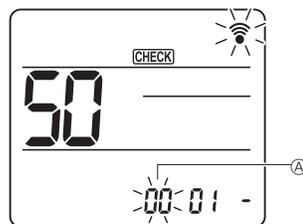
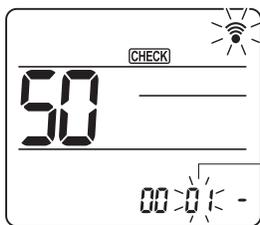
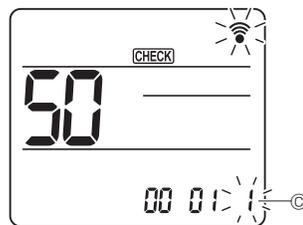

Fig. 6-17
Fig. 6-18
Fig. 6-19
② Réglage du numéro d'appareil
- Appuyez sur les touches [DOWN] pour régler le numéro d'appareil ①. (Fig. 6-17)
③ Sélection d'un mode
- Appuyez sur les touches [DOWN] pour régler le numéro de mode ②. (Fig. 6-18)
④ Sélection du numéro de réglage
- Utilisez la touche [DOWN] pour changer le numéro de réglage ③. (Fig. 6-19)
⑤ Pour sélectionner plusieurs fonctions à la suite
- Répétez les sélections ③ et ④ pour modifier les réglages de plusieurs fonctions à la suite.
⑥ Fin de la sélection de fonction